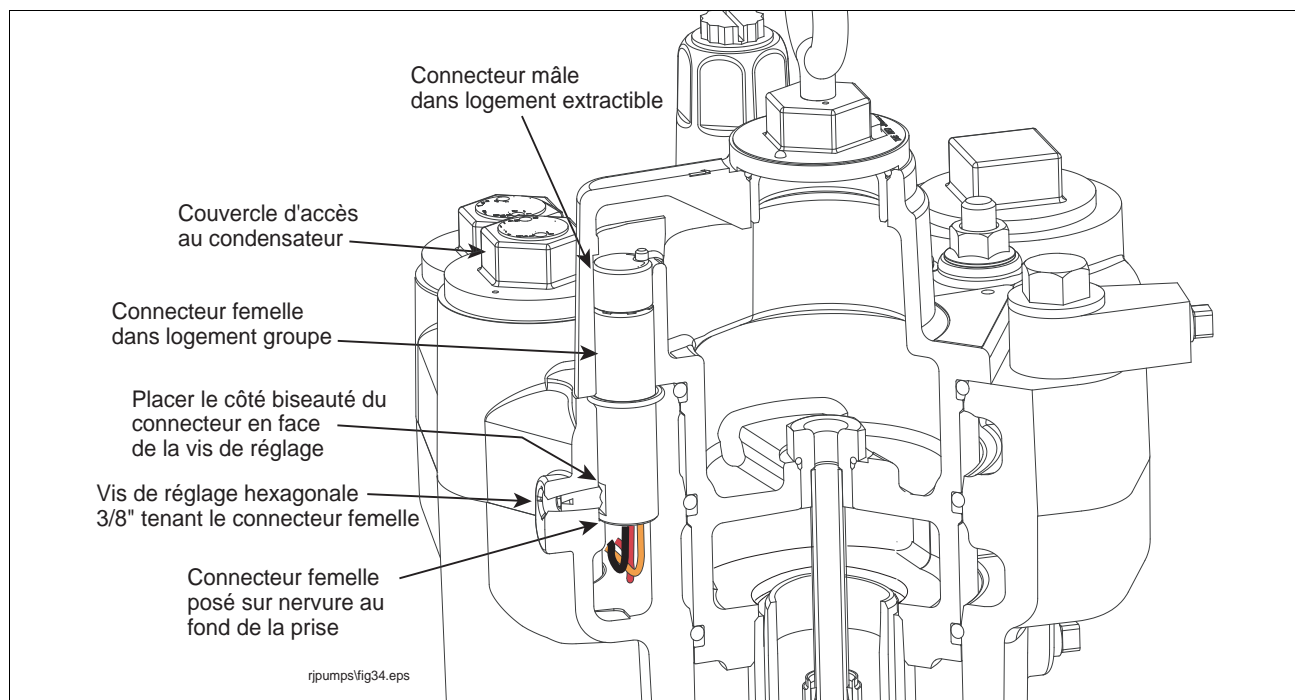

Figure 43. Positionner la vis de réglage du connecteur femelle
18. A l'aide d'une clé hexagonale de 3/16", tourner la vis de service, qui retient le connecteur femelle en place, d'environ 1-1/2 tour dans le sens inverse des aiguilles d'une montre, jusqu'à ce qu'on puisse tirer le connecteur par le haut (voir Figure 43). **Note: Ne pas essayer de retirer la vis de service.**